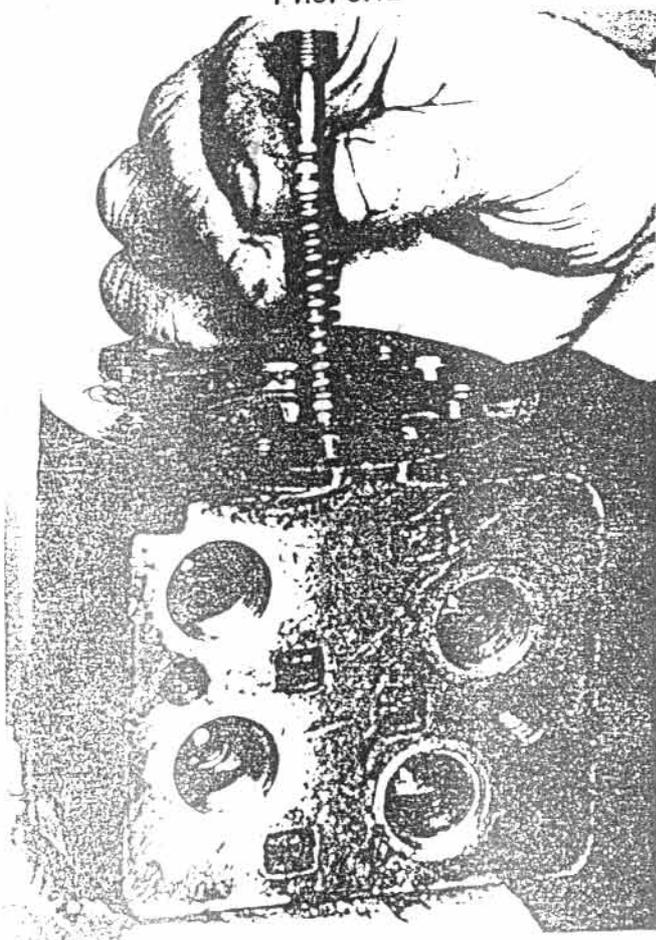

Рис. 8.14
- Снимается седло предохранительного клапана 7, снимается корпус и из корпуса вынимаются шарики 12, пружина 9, салазки 10 и ролик игольчатый 11 /См. рис. 8.14/.
- Вставляются в отверстие спаренного предохранительного клапана /См. рис. 8.14/ шарик 12, салазки клапанные 10 и с игольчатым роликом 11 и пружина, другой шарик 12. На седло предохранительного клапана 7 ставятся "О" кольцо 8, пробка 6 и около резьбы наматывается тефлоновая лента, после чего седло навинчивается в отверстие.